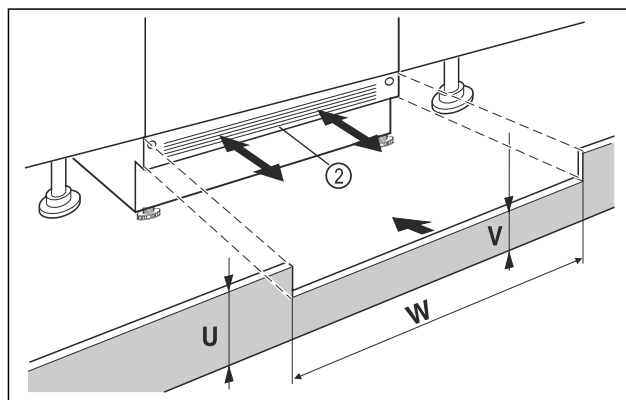

Fig. 69 Représentation à titre d'exemple
- Mettre le panneau de socle de l'appareil Fig. 69 (2) en place sans le fixer.
- Si le panneau de socle est visible Fig. 69 (2), le tirer vers l'avant de sorte à aligner l'avant de la grille d'aération et du panneau de socle du meuble.
- Si le panneau de socle est dissimulé Fig. 69 (2), le pousser entièrement vers l'arrière.
- Veiller à ce que les fentes d'aération soient complètement dégagées : si nécessaire, couper le panneau de socle du meuble Fig. 69 (U) en hauteur !
- Ajuster la hauteur de la traverse Fig. 69 (V) sous le panneau de socle de l'appareil Fig. 69 (2) sur la largeur de la niche Fig. 69 (W).